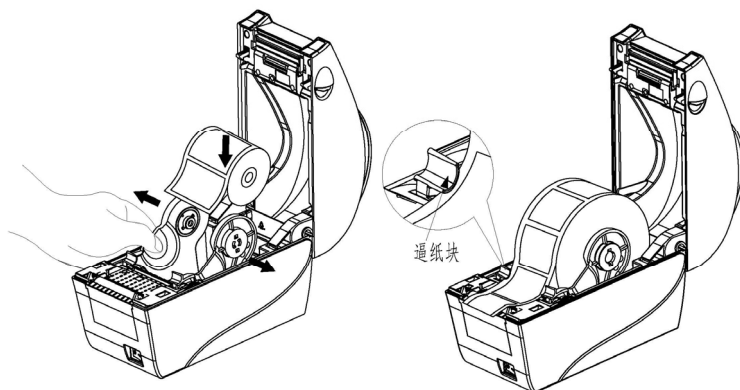

图 2.4.3
- 3) 将纸支架拉开，放入纸卷，然后将纸前端拉出平铺于打印通道内，将纸压入逼纸块中（见图 2.4.3）。